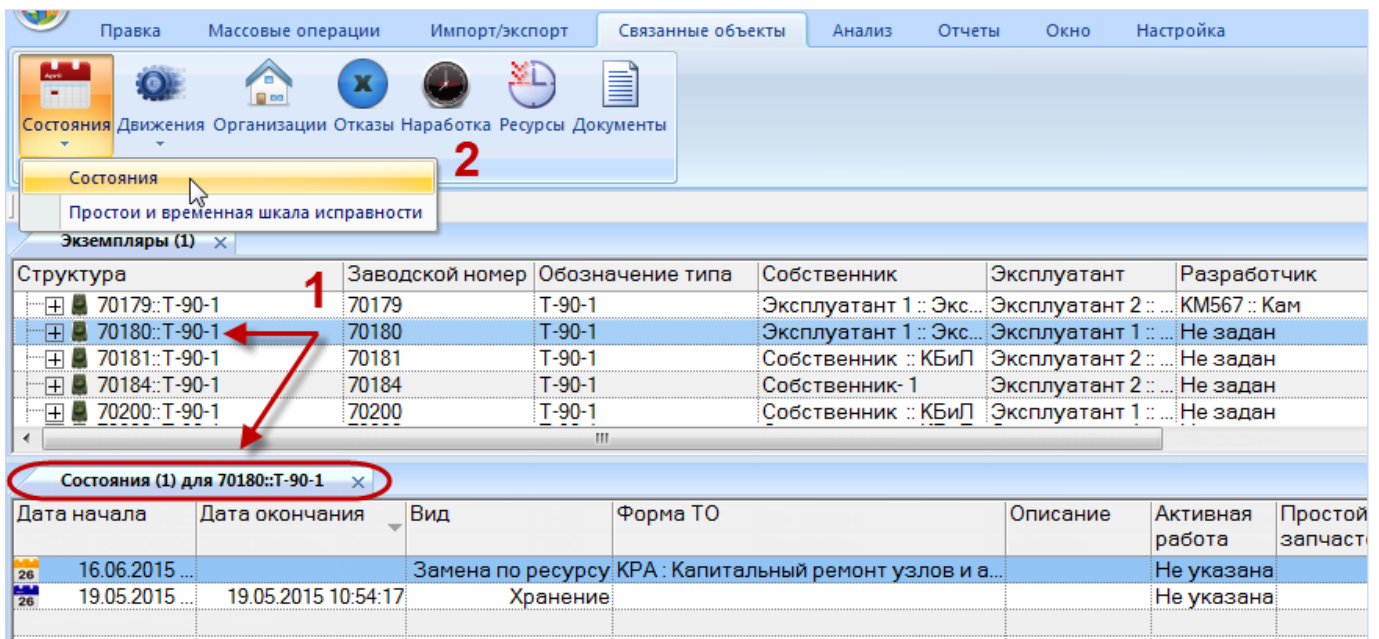

Рис. 28-4 – Вызов окна связанных объектов «Состояния»
- 3) Нажать кнопку «Состояния» панели «Связанные объекты» и выбрать нужную команду из открывшегося списка (рис. 28-4).
- 4) При выборе пункта «Состояния» открывается окно связанных объектов «Состояния» для экземпляра ФИ (рис. 28-4).